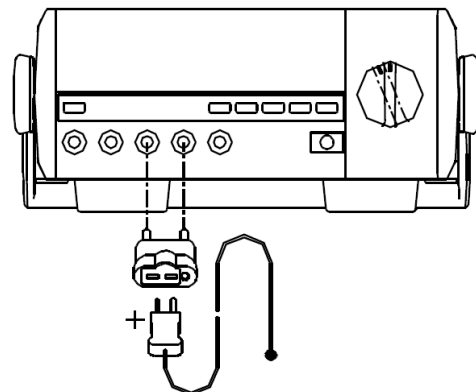

Рисунок 10
**H. Измерение температуры (см. рисунок 10)**